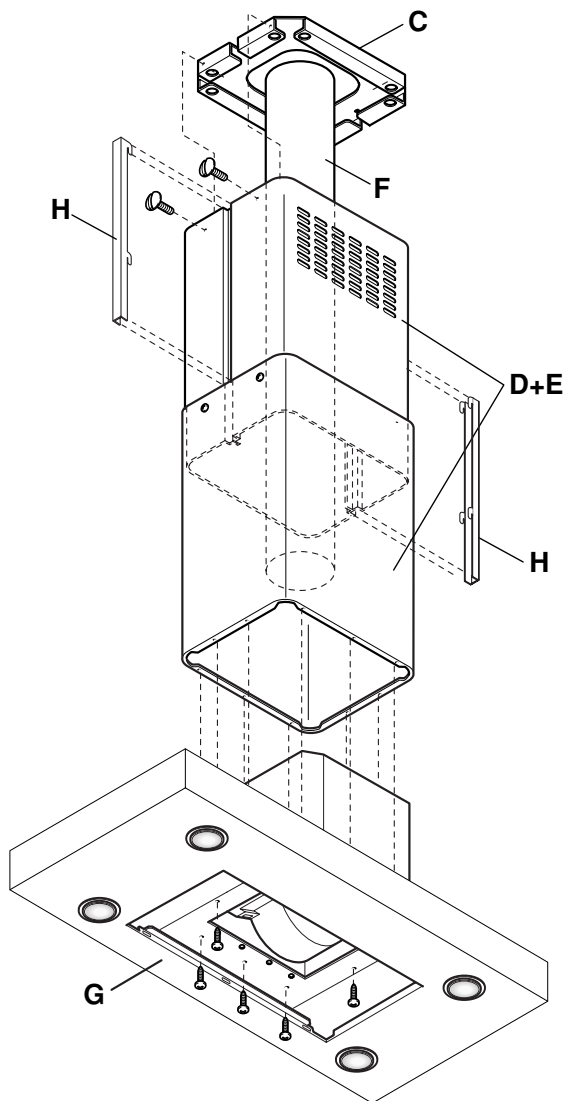

Fig. 3
- Individuare l'altezza ottimale del tubo rigido o flessibile di scarico dei fumi (F). Fissare il tubo sul raccordo del foro di scarico del soffitto (per la versione ad evacuazione esterna).
- Fissare l'assieme prolunga-camino (D+E), precedentemente assemblati, sul supporto cappa (C) con 4 viti metriche inserite nei fori esistenti (Fig. 3).
- Fissare la cappa sull'assieme prolunga-camino (D+E) già montato al supporto (C), fissandola con 4 viti (G) (Fig. 3).
- Identify the correct height of the rigid or flexible fume exhaust duct (F). Fasten the duct onto the exhaust outlet on the ceiling (version with outside exhaust).
- Fasten the previously assembled extension-chimney assembly (D+E) to the range hood support (C) using 4 metric screws through the existing holes (Fig. 3).
- Fasten the range hood to the extension-chimney assembly (D+E) previously fitted to the support (C), fastening it with 4 screws (G) (Fig. 3).
- Cortar a medida la cobre mendidura (H) y introducirla en la ranura de la sección final, mediante adecuados linguetes (Fig. 3).